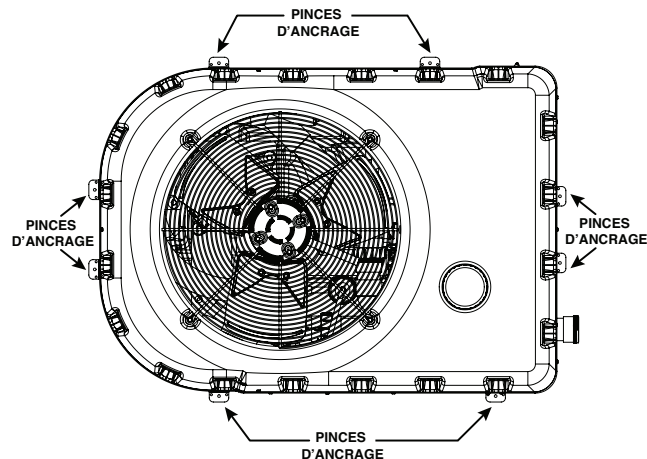

Figure 5 : Emplacement des pinces d'ancrage
2. Placer les pinces à la base du chauffe-piscine aux huit (8) endroits indiqués à la **Figure 5**.